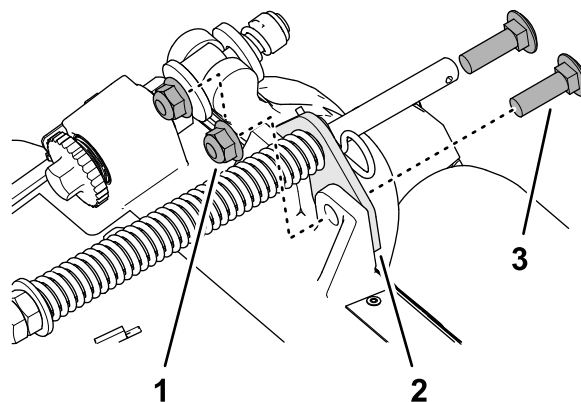

Figura 7
- Retire las 2 contratuercas con arandela prensada ($\frac{3}{8}$ ") y los 2 pernos de cuello cuadrado ($\frac{3}{8}$ " x $1\frac{1}{4}$ ") que sujetan el soporte del muelle de compensación al bastidor de la unidad de corte (Figura 7).